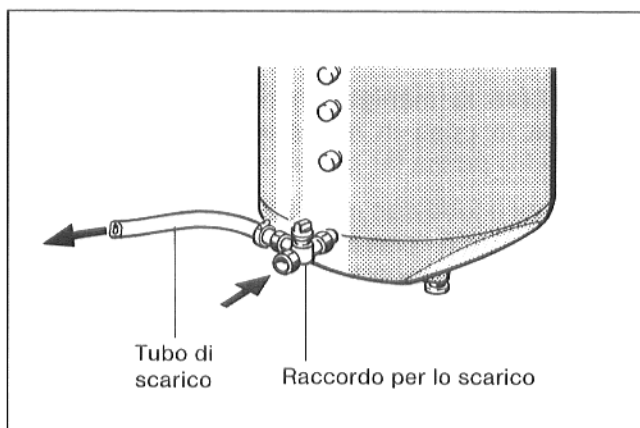

Fig. 7
- Montare il raccordo per lo scarico all'entrata acqua fredda (EK) (Fig. 7).